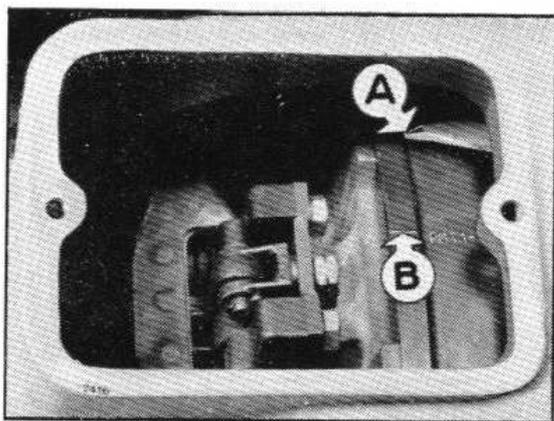

FIG. 25.
- Virer le moteur au moyen de la manivelle, jusqu'à ce que le repère (P.M.S. 1-4) gravé sur le volant (fig. 25, rep. B) coïncide avec l'index métallique (rep. A) fixé à l'intérieur de la première partie cloisonnée du carter intermédiaire. Dans cette position, les pistons des cylindres n° 1 et 4 se trouvent au point mort haut, l'un en phase de compression, et l'autre en fin d'échappement et début d'admission.